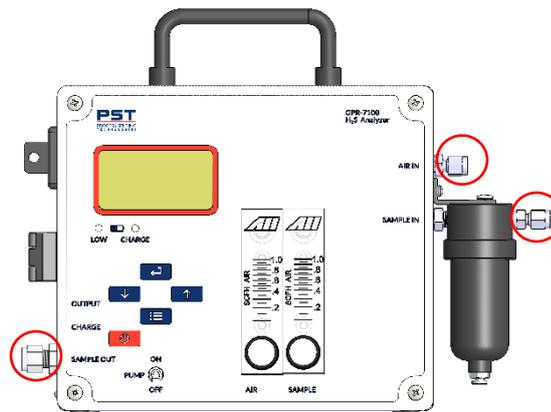

Abbildung 3. Gasanschlüsse
Ihr Analysegerät ist mit drei Gasanschlüssen ausgestattet, die in **Abbildung 3** hervorgehoben sind. Beim Modell GPR-7100 sind die Anschlüsse "Sample In" und "Sample Out" beschriftet.
1. Siehe Abbildung 3 auf Seite 9 zur Anschlussbezeichnung.